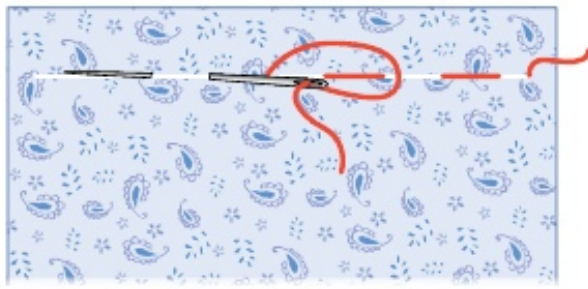

Рис. 127. Перенос линий выкройки на детали кроя с помощью прямых стежков
2. Проложить строчку прямых стежков по следу меловой линии отдельно в каждой детали (рис. 127).